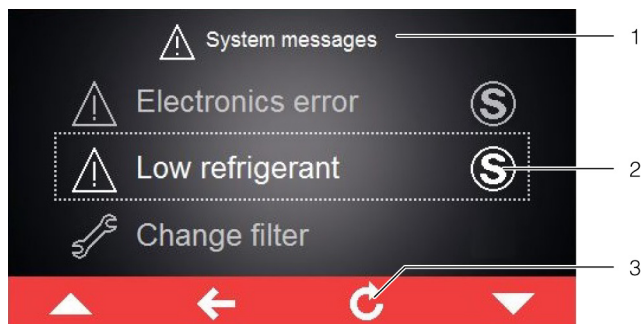

Fig. 43: Écran avec des messages de défaut
Si un message de défaut qui ne peut pas être supprimé par l'exploitant lui-même se produit et ne disparaît plus, le symbole « Maintenance » est affiché derrière le message de défaut ainsi que dans la barre d'outils à côté du symbole pour les informations système (fig. 43, pos. 2).